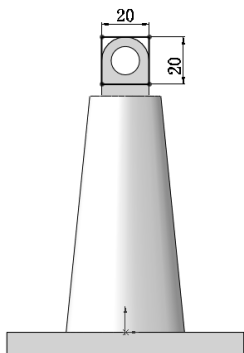

图 5-134 绘制草图 4
8) 绘制草图。在左侧的 FeatureManager 设计树中用鼠标选择“上视基准面”作为绘制图形的基准面。单击“草图”控制面板中的 $\square$ （边角矩形）按钮，绘制图 5-134 所示的草图并标注尺寸。